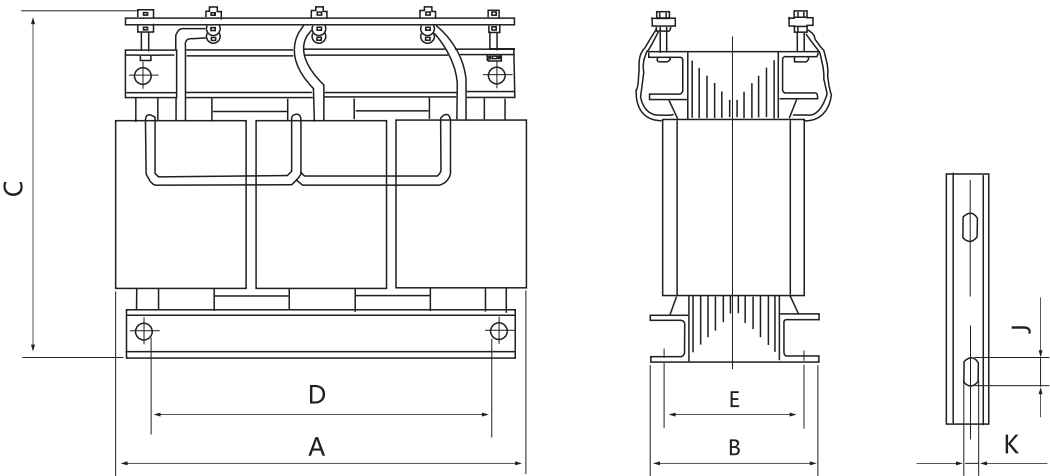

图1 开启式
4.1 SG、SBK系列开启式干式变压器外型及安装尺寸(见表1、图1)